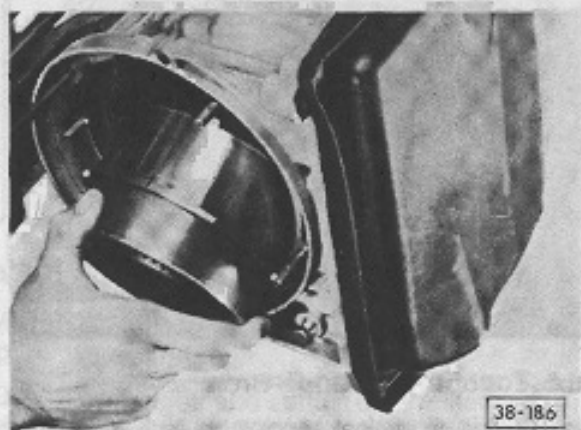

Abb. 12 Kupplungen einbauen
- Einbauen, Abb. 12
● Einbauen – Abb. 12